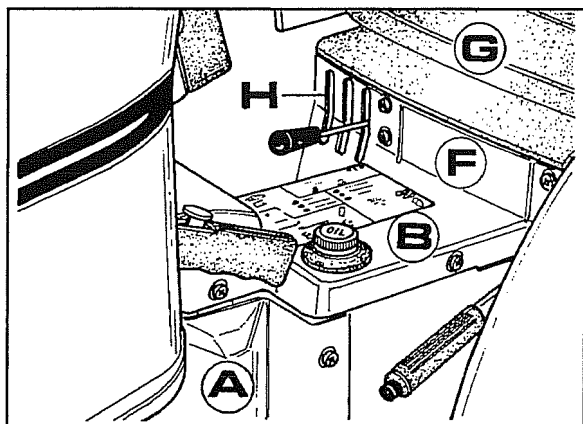

Fig. 1
- 1 Togliere il sedile **G**, la protezione centrale **B**, il fianchetto **A** più quello sul lato opposto e la traversa **F** come mostra fig.1.